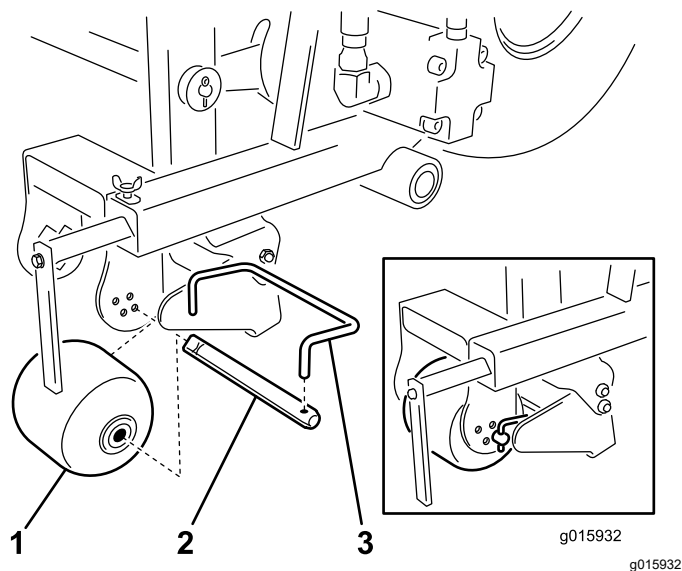

Figure 13
3. Retirez la tige de racloir sur l'axe de galet (Figure 13)
4. Déposez l'axe du galet (Figure 13).